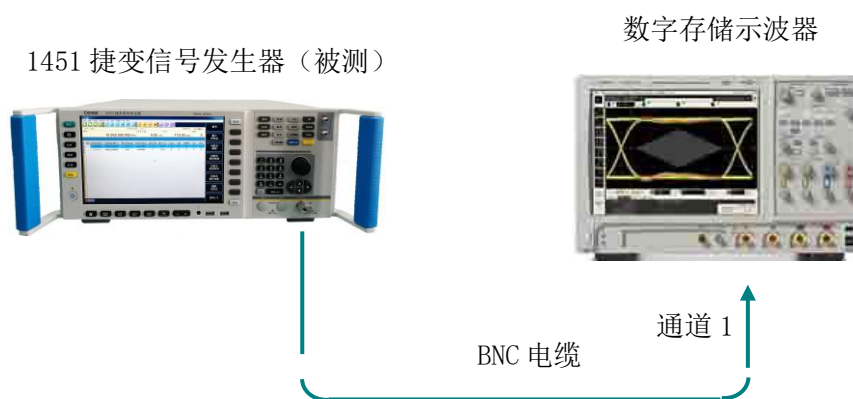

图6.9 脉冲调制上升下降沿测试
测试框图：见图 6.9
- 1) 如图 6.9 连接设备, 开机预热至少 30min。
测试框图: 见图 6.9